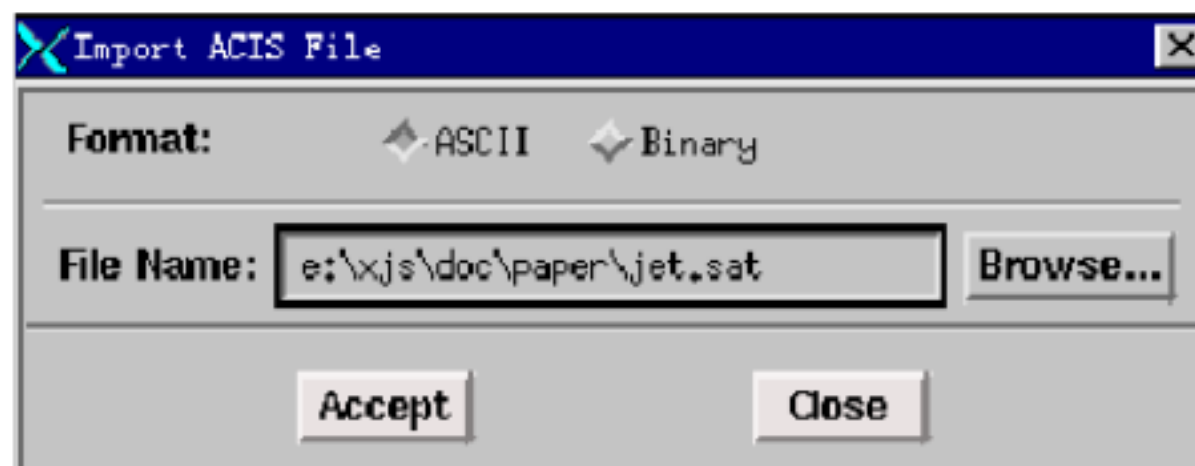
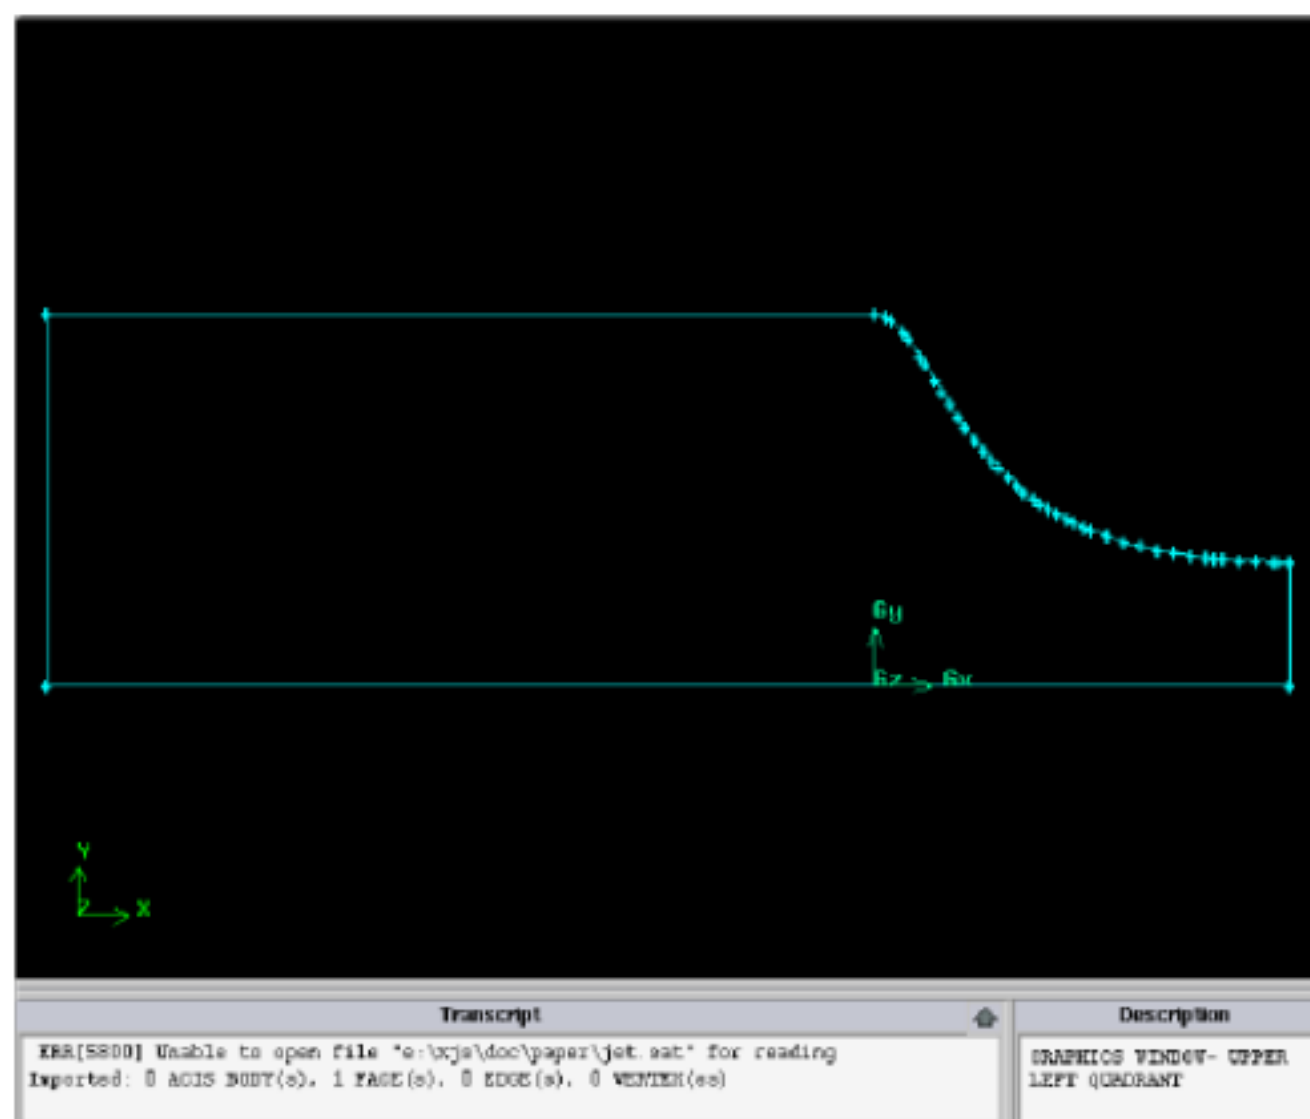

图 3 输入对话框
图 4 输入图形
- 1．在 gambit 中选择 file/import/ACIS，输入文件名，单击 accept 按钮（见图 3），即可将 CAD 中创建的图形读入 gambit（见图 4）。